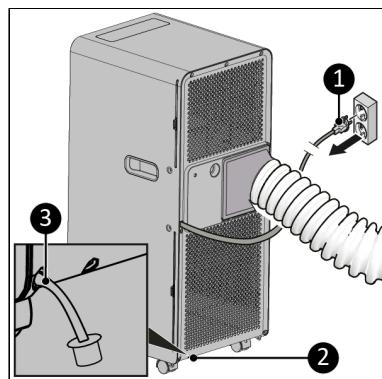

Figure 67.
1. Assurez-vous que l'appareil est éteint et que la fiche est retirée de la prise de courant (Figure 67, pos. 1).
2. Retirez le bouchon (Figure 67, pos. 3) du point d'évacuation d'eau (Figure 67, pos. 2).